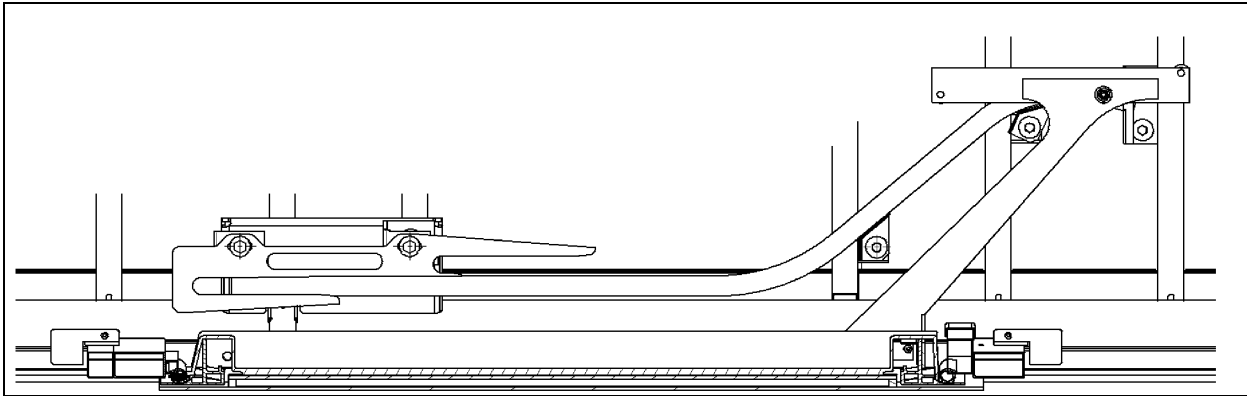

FIGURE 53 : BRAS SUPÉRIEUR ET TRAVERSE DE L'ÉLEVATEUR POUR FAUTEUILS ROULANTS
2. Faire glisser la traverse supérieure dans le bras supérieur, puis fixer la traverse à la structure avec un boulon. Ne pas serrer complètement le boulon pour le moment (voir la Figure 53).
10. Installer les gâches et les ajuster. Régler le couple à 60 lb-pi (voir la figure 53).